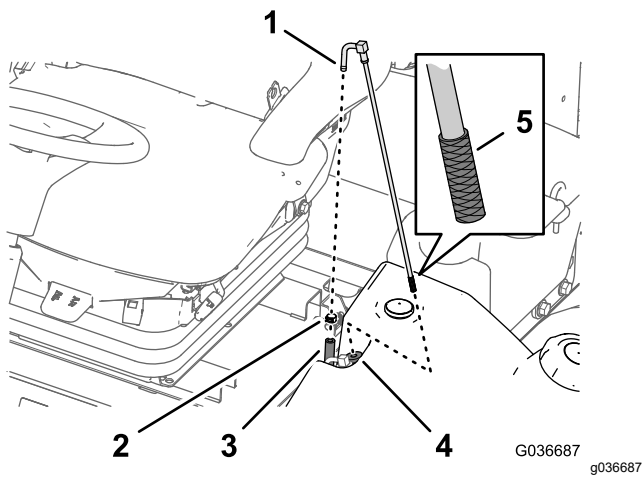

図 90
1. 燃料供給ホースを燃料供給チューブに固定しているホースクランプを外す図 90。
2. フィッティングからホースを取り外す 図 90。
3. 燃料タンクから燃料供給チューブを取り出す 図 90。
4. 燃料供給チューブの端部のスクリーンにたまっているごみでいねいに取り除く 図 90。
5. ゴム製ブッシュを通して燃料タンク内部へ燃料供給チューブを挿入する 図 90。